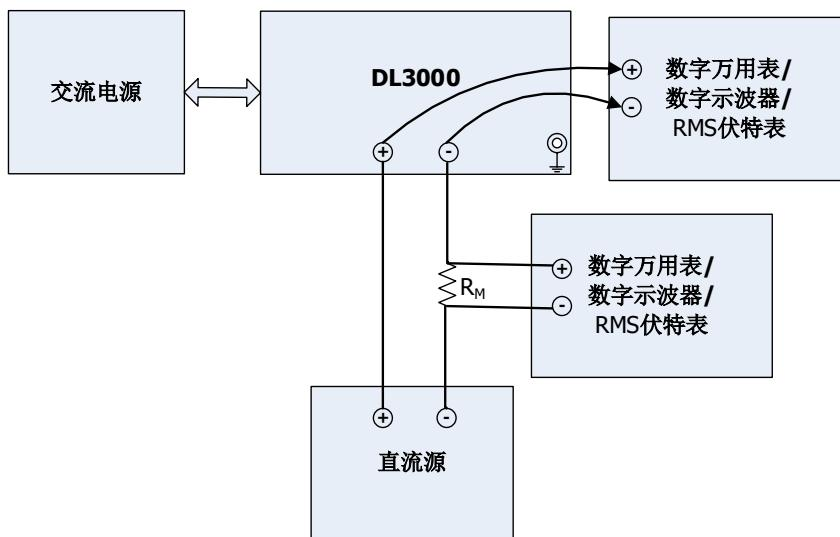

图 2-3 恒阻测试连接
执行测试之前, 请根据所在国家的市电电压值, 通过电子负载后面板“电压选择器”选择合适的电压(本手册中的测试均以选择 230 Vac 为例)。在常温(25°C左右)状态下, 使用“**推荐的测试设备**”一节所推荐的设备按图 2-3 所示进行连接。测试过程中, 请根据电子负载后面板“电压选择器”已选择的电压设置交流电源的电压值。
1. 关闭 DL3031A，按照图 2-3 所示连接 DL3031A、交流电源、直流源、电流采样电阻（阻值 R_M 为 0.01 Ω）和数字万用表（请注意电流采样电阻与 DL3031A 的通道输入端子和数字万用表的连接方法），并使用 USB 数据线通过电子负载后面板的 USB DEVICE 接口将电子负载与计算机相连。